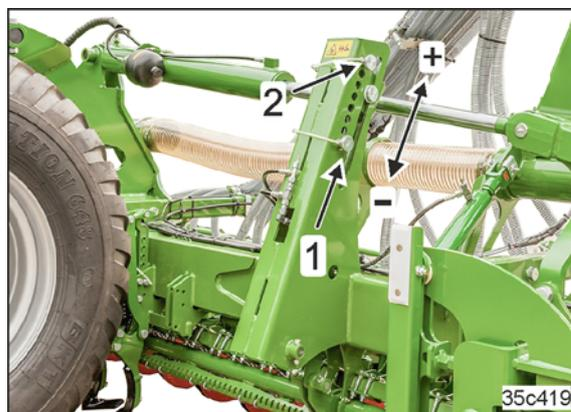

Рис. 182
- o установите в плавающее положение (Рис. 182/1).
- o подайте давление посредством *синего* блока управления (Рис. 182/2).
- Сошники работают с нормальным давлением (Рис. 182/1).
- Сошники работают с повышенным давлением (Рис. 182/2).